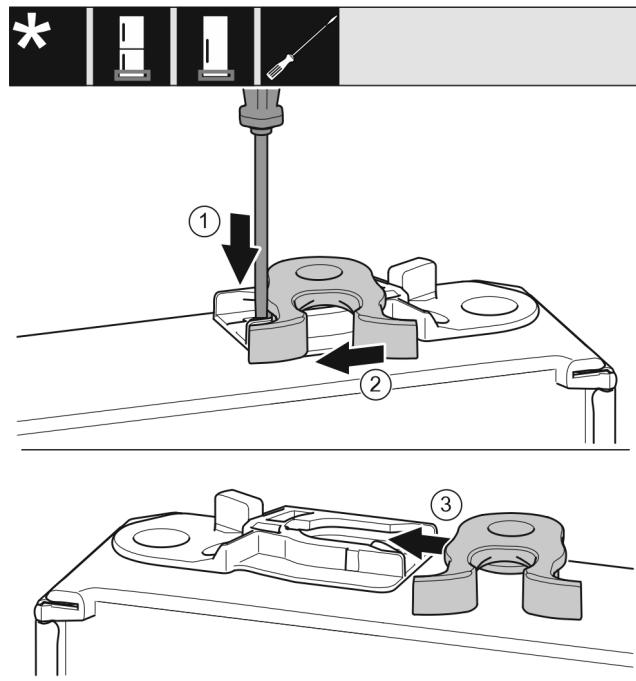

Fig. 18
- Apăsați în jos eclisa cu șurubelnită plată. Fig. 18 (1)
- Trageți cârligul de închidere din ghidaj. Fig. 18 (2)
- Împingeți pe partea opusă cârligul de închidere în ghidaj. Fig. 18 (3)